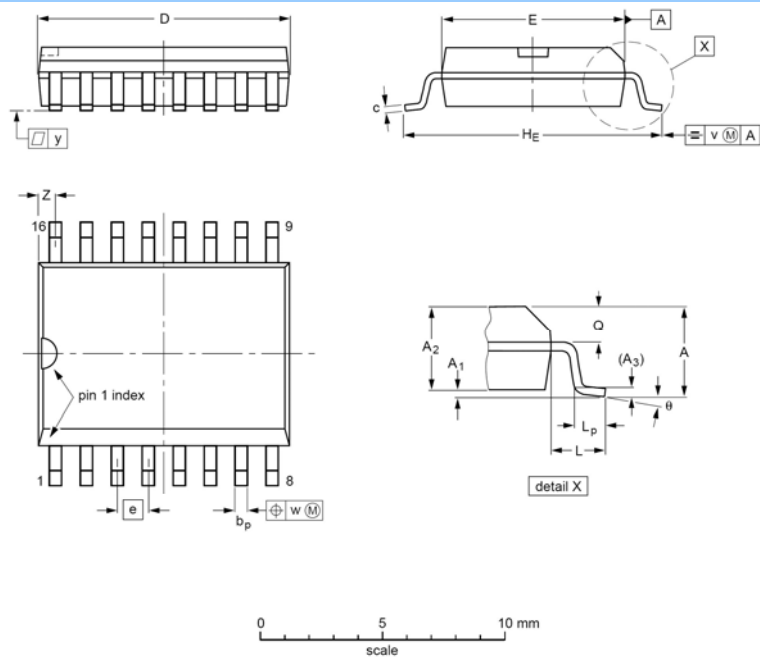

图 18 SOT96-1
- SOP16L(W)——16 脚塑料小形封装，宽 7.5mm；请参见图 18。
表 8 图 18 的尺寸说明（英寸数是从毫米尺寸换算出来的）